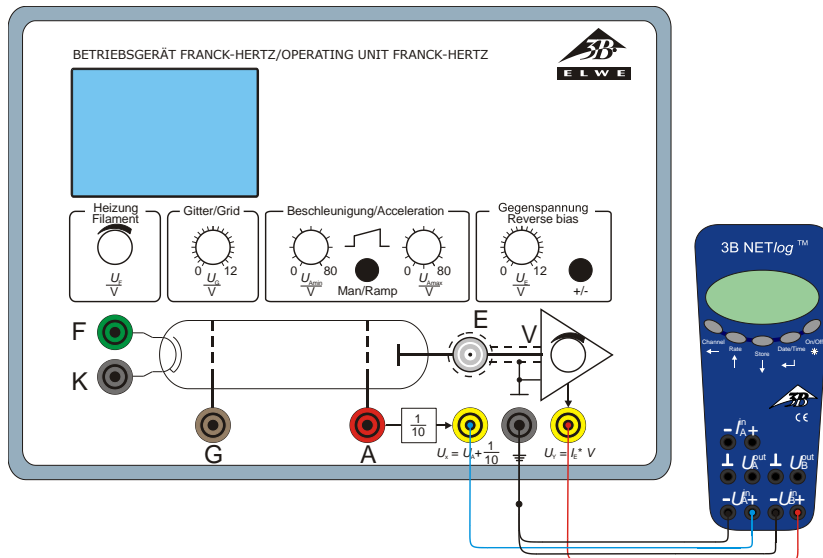

Fig. 6 Conexión del 3B NETlog™ en el aparato de operación para el experimento de Franck-Hertz
- Se conecta el 3B NET/og™ al aparato de operación para el experimento de Franck-Hertz (ver Fig. 6). Para ello, la salida U_x del aparato de operación para el experimento de Franck-Hertz se conecta en la entrada A y la salida U_y en la entrada B del 3B NET/og™.